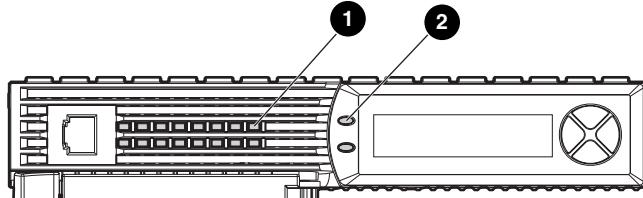

Abbildung 1: LED-Anzeigen des Controllers
- Überprüfen Sie die Fehler-LED des Controllers (Abbildung 1, ②). Wenn die LED leuchtet, liegt möglicherweise ein Fehler vor. Überprüfen Sie, ob auf dem LCD-Display eine der in Tabelle 1 aufgeführten Fehlermeldungen angezeigt wird.
- Überprüfen Sie die LED-Anzeige im Ruhezustand des Controllers (Abbildung 1, ①). Wenn die LED nicht oder ständig leuchtet (nicht blinkt), zeigt sie einen Fehler an.
1. Drücken Sie auf die Verriegelung, und drehen Sie den Verriegelungshebel nach außen ①.
2. Ziehen Sie den Controller gerade aus dem Gehäuse heraus ②.
- Überprüfen Sie die LED-Anzeige im Ruhezustand des Controllers (Abbildung 1, ①), um sicherzustellen, dass die LED leuchtet oder blinkt.
- Überprüfen Sie die Fehler-LED des Controllers (Abbildung 1, ②), um sicherzustellen, dass die LED nicht leuchtet. Nicht gelesene Fehlerprotokollmeldungen können bewirken, dass die LED noch leuchtet. Stellen Sie sicher, dass alle beantworteten Fehlermeldungen gelöscht werden.